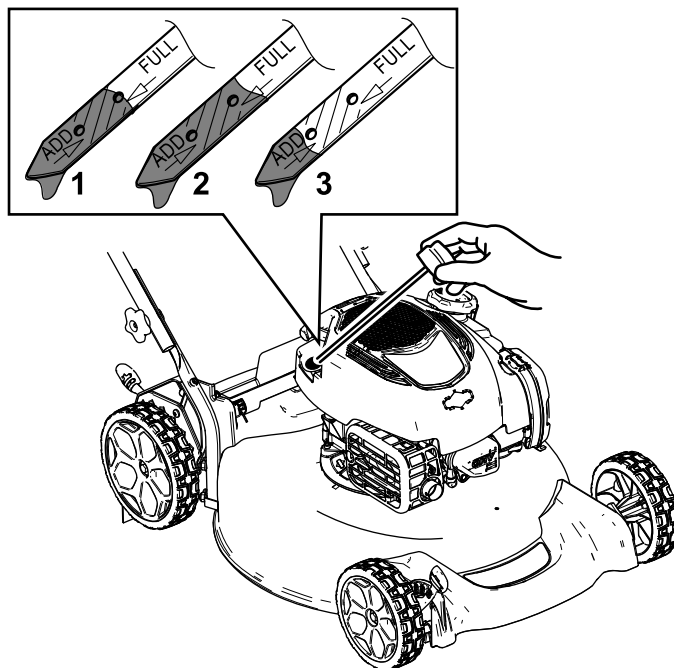

Bild 13
2. Entfernen Sie den Peilstab, indem Sie den Deckel nach links drehen und herausziehen (Bild 13).
5. Lesen Sie den Ölstand am Peilstab ab. (Bild 13)